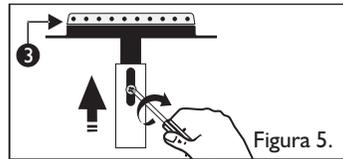

Figura 5.
- Desplace el regulador un poco hacia arriba y apriete nuevamente el tornillo en esta posición (Ver figura 5).